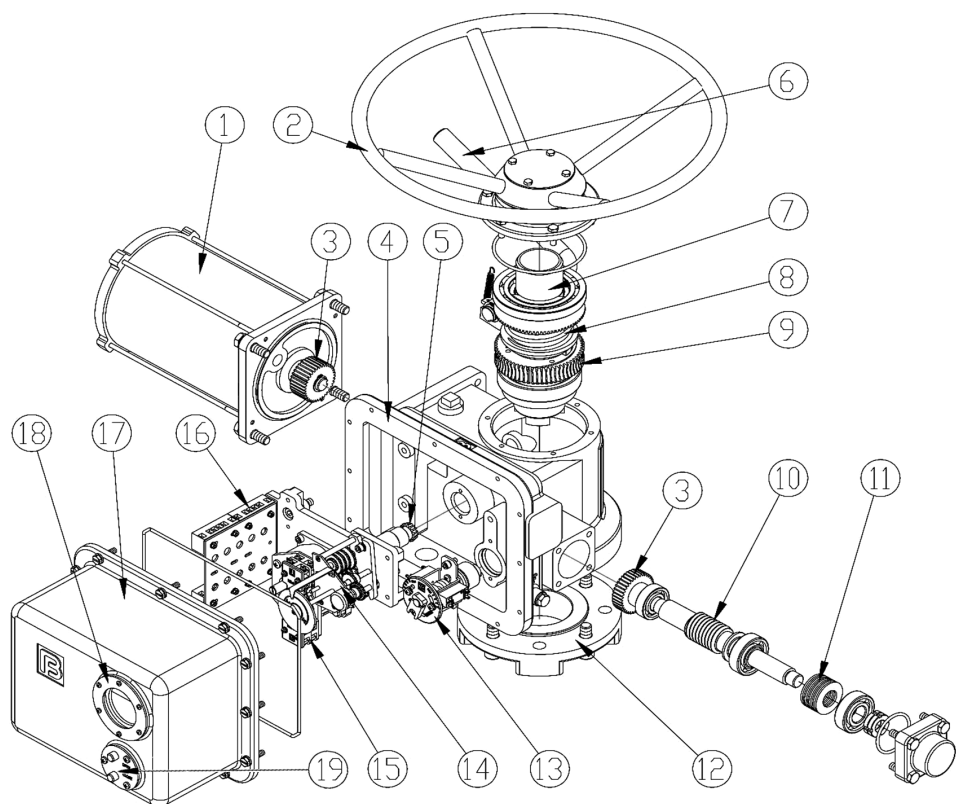
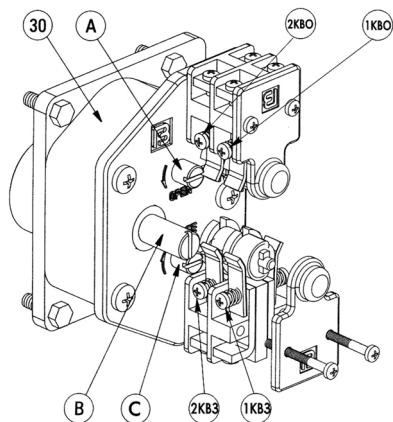

Рис.1 Электроприводы серии ГЗ-А, ГЗ-Б
Рис. 2 Ограничитель хода выходного вала
## 2.1 Электроприводы серии ГЗ-А, ГЗ-Б (рис. 1)
**Ограничитель хода выходного вала** состоит из редуктора 30 (рис. 2) и роторного механизма микровыключателей.
**Двухсторонняя муфта ограничения крутящего момента** (13) (рис. 1) состоит из червячного вала (10), сбалансированного по осевым перемещениям тарельчатыми пружинами (11) и ограничителя крутящего момента с пластиной С (рис 3).
Индикатор положения затвора арматуры (15) (рис. 1) состоит из набора установочных шестерен, потенциометра (40), регулируемых дисков с указателем положения затвора (47, 48). На стержне (42) имеется 4 зубчатых зацепления, позволяющих фиксировать шестерню (43), для трехступенчатой индикации положения затвора арматуры.
Вращение от электродвигателя (1) (рис. 1) через прямозубую цилиндрическую шестерню (3) передается на червячный редуктор (9, 10), который обеспечивает вращательное движение выходного вала (7) и через кулачковую муфту преобразуется в поступательное движение штока затвора арматуры.
Ограничитель хода выходного вала (рис. 2) через переходной вал (5) (рис. 1) механически связан с выходным валом электропривода. После надлежащей настройки ограничитель хода выходного вала соответствует определенным положениям затвора. При достижении затвором арматуры этих положений срабатывают соответствующие микровыключатели, отключая электропитание электродвигателя.
Индикатор положения затвора арматуры (15) (рис. 1) механически связан с валом ограничителя хода выходного вала. После надлежащей настройки указания индикатора соответствуют определенным положениям затвора арматуры независимо от режима работы электропривода – ручного или электрического.